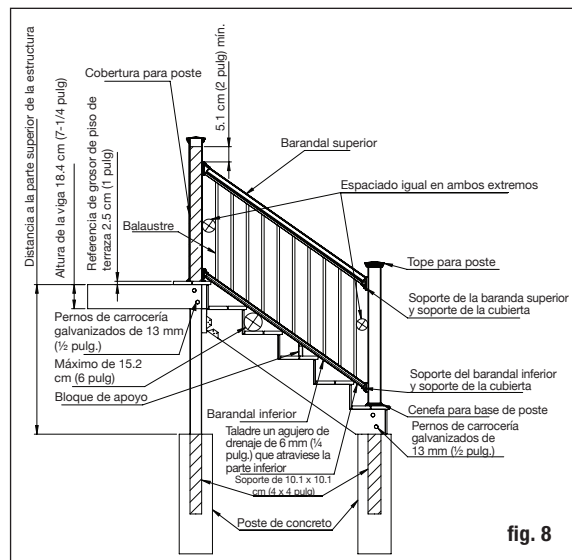
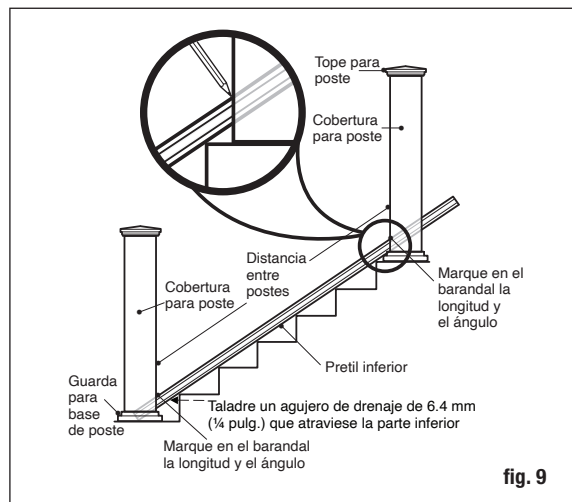
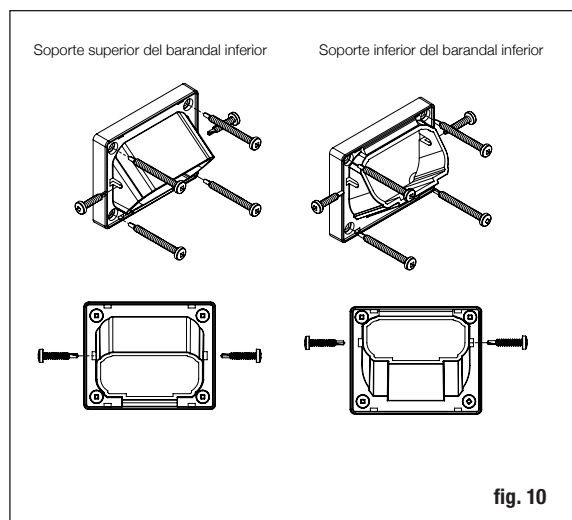

fig. 8
fig. 9
fig. 10
Paso 2 Instale los postes de madera en la escalera antes de instalar los escalones de la escalera. Los postes para barandal de 10.2 x 10.2 cm (4x4 pulg.) de cedro o pino tratado a presión ofrecen la fuerza estructural para el barandal de escalera. Posicione, alinee verticalmente con un nivel, y sujete los postes de madera de 152 cm (5 pies) en la cara interior del larguero. Vuelva a alinear verticalmente. El poste de barandal de 10.2 x 10.2 cm (4x4 pulg.) debe sujetarse con pernos al interior del larguero usando dos pernos de carrocería galvanizados de 1.27 x 15.24 cm (1/2 x 6 pulg.). Los postes en esquinas utilizan un tercer perno de carrocería insertado a través de la viga adyacente, arandela y perno. Los postes a nivel de piso deben fijarse en concreto, como se muestra (fig. 8). También pueden usarse kits de montaje de postes estructurales Deckorators (artículo #215036, de venta por separado) para fijar el poste a la parte superior del concreto.
Paso 5 Mida la distancia entre las coberturas de poste instaladas para determinar la longitud de los barandales superior e inferior. Asegúrese de que los agujeros de los balaustres estén orientados en la dirección correcta. Después posicione el barandal inferior en los escalones de la escalera, al lado de los postes, y ajústelo de modo que la distancia entre el primer agujero de balaustre y el poste sea mayor a 7 cm (2-3/4 pulg.) como mínimo, e igual en ambos extremos (fig. 8). Marque el barandal para mostrar la longitud y el ángulo de corte deseados (fig. 8). Corte el barandal inferior. Transfiera las líneas de corte del barandal inferior al superior, y luego corte ambos barandales (fig. 9). **Taladre un agujero de drenaje de 6 mm (1/4 pulg.) que atraviese la parte inferior del**
Paso 6 Coloque las cubiertas de soportes del barandal apropiado y los soportes para escalera en los extremos del barandal inferior. Preste especial atención a los soportes que utilice, ya que son diferentes dependiendo de si es el barandal superior o inferior y del ángulo hacia arriba o abajo. Determine la posición del bloque de soporte y fíjelo al barandal inferior. Sostenga el barandal inferior entre los postes en los peldaños de la escalera (fig. 9). Podría necesitar colocar cuñas iguales entre dos rebordes de escalones para elevar el barandal inferior. Consulte los requisitos en su área. Generalmente, no puede permitirse que pase una esfera de 15.2 cm (6 pulg.) a través del triángulo formado por el barandal inferior, la huella y la contrahuella (fig. 8). Centre el soporte de la escalera en el poste. Usando el soporte de escalera como guía, marque las posiciones de los tornillos en la cobertura del poste y en el barandal en ambos extremos. Pretaladre agujeros guía de 3 mm (1/8 pulg.) a través de la cobertura de poste y del barandal. Sujete el soporte de escalera a la cobertura del poste usando los tornillos cuadrados de cabeza cilíndrica #8 - 15 x 5.1 cm (2 pulg) - #2 y luego sujete el soporte de escalera al barandal usando tornillos cuadrados autorroscantes de cabeza cilíndrica #8-16 x 1.9 cm (3/4 pulg) - #1 (fig. 10).